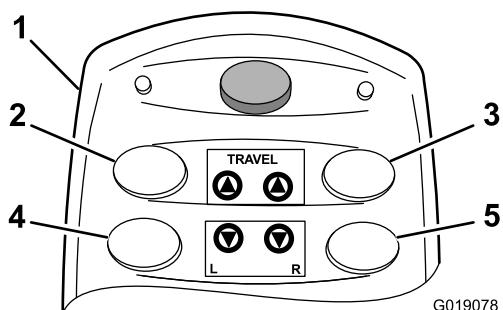

Figura 43
- Para desplazar la máquina **hacia adelante**, pulse y mantenga pulsado el botón de tracción izquierda hacia adelante y el botón de tracción derecha hacia adelante (Figura 43).
- Para desplazar la máquina **hacia atrás**, pulse y mantenga pulsado el botón de tracción izquierda hacia atrás y el botón de tracción derecha hacia atrás (Figura 43).
- Para girar la máquina **a la izquierda**, pulse y mantenga pulsado el botón de tracción izquierda hacia atrás y el botón de tracción derecha hacia adelante (Figura 43).
- Para girar la máquina **a la derecha**, pulse y mantenga pulsado el botón de tracción izquierda hacia adelante y el botón de tracción derecha hacia atrás (Figura 43).